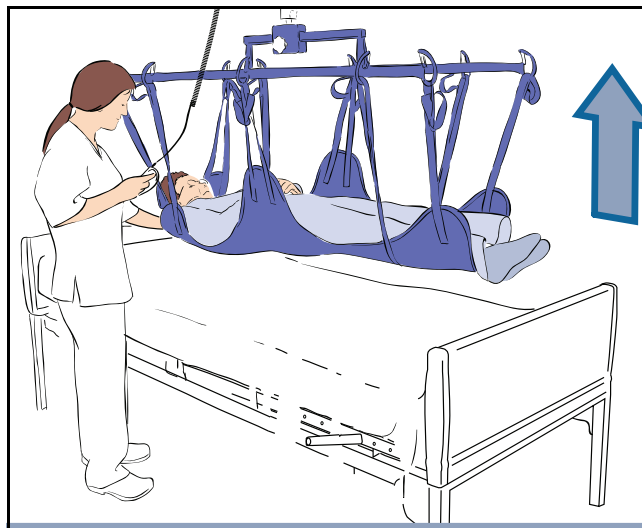

図 14
- 8) 患者様をベッドから持ち上げ移動します (図 14 参照)。